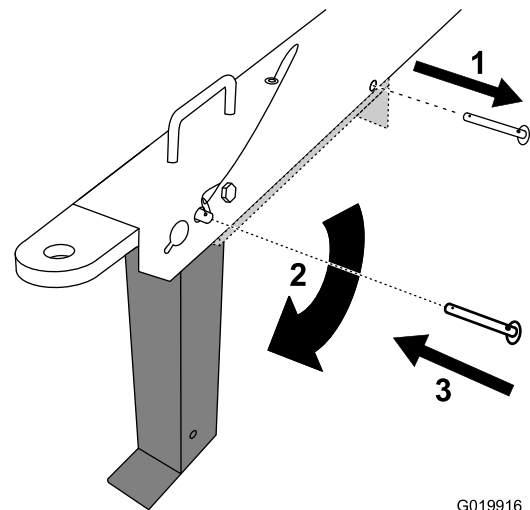

Figura 30
6. Retire el pasador de horquilla de la pata estabilizadora delantera y de la barra de tracción (Figura 30).
7. Gire la pata estabilizadora delantera hacia el suelo (Figura 30).
- Introduzca el pasador a través del taladro delantero de la lengüeta y de la pata estabilizadora delantera (Figura 30), y baje la máquina con cuidado al suelo.